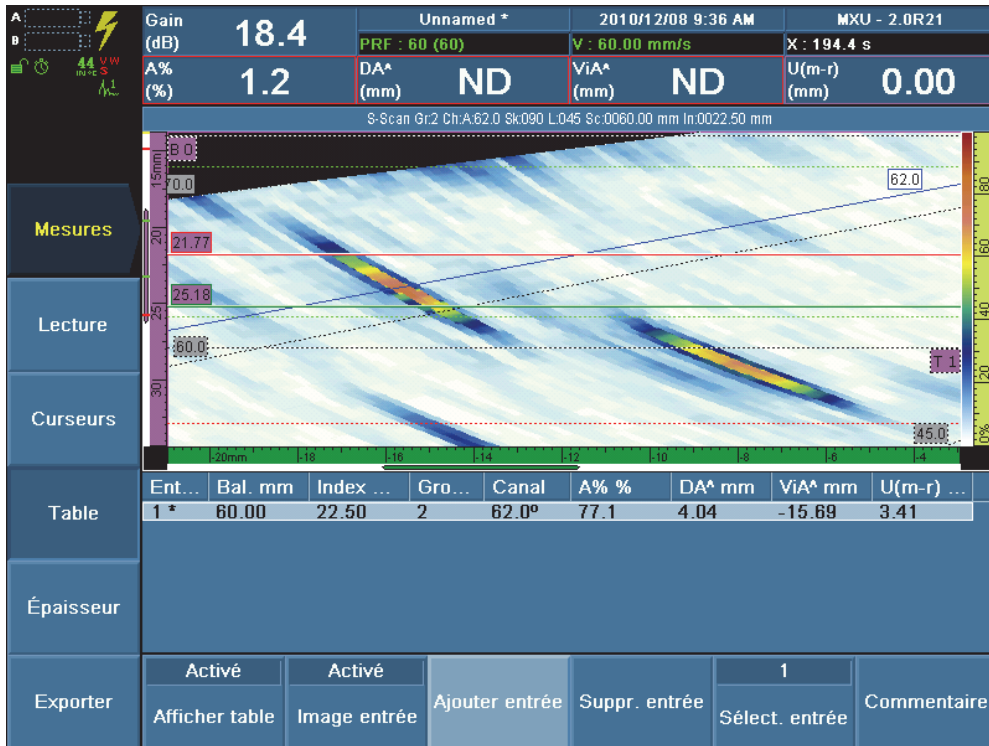

Figure 6 Ajout d' une indication dans la table d'indications
7. Pour ajouter l'indication dans la table d'indications (voir la Figure 6 à la page 22)